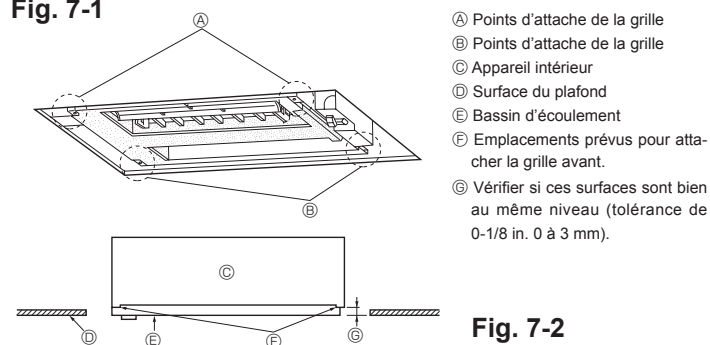

Fig. 7-2
①	Grille	1
②	Vis	6	M5 × 0,8 × 16
③	Vis	1	4 × 16
- Vérifier si les quatre endroits où vous allez attacher la face avant sont en contact avec la surface du plafond. (voir Fig. 7-2)